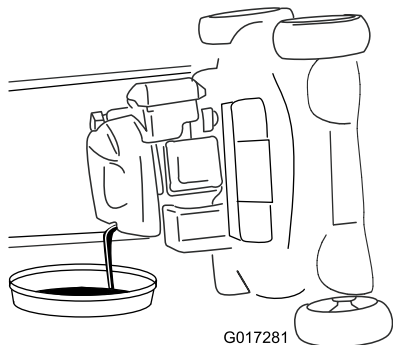

Figure 34
4. Basculez la machine sur le côté (filtre à air en haut) pour vidanger l'huile usagée par le tube de remplissage (Figure 34).